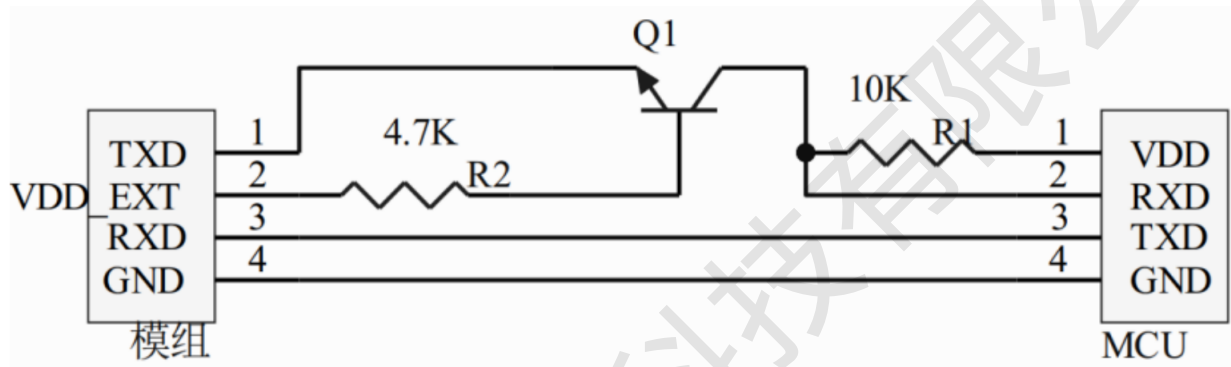

图 13 串口电平转换参考电路
1) SIM DATA 脚推荐加典型值为 20K 上拉电阻，不加上拉可能会存在部分 SIM 卡识无法正正确识别的风险，影响通信。参考电路如图 13 所示。